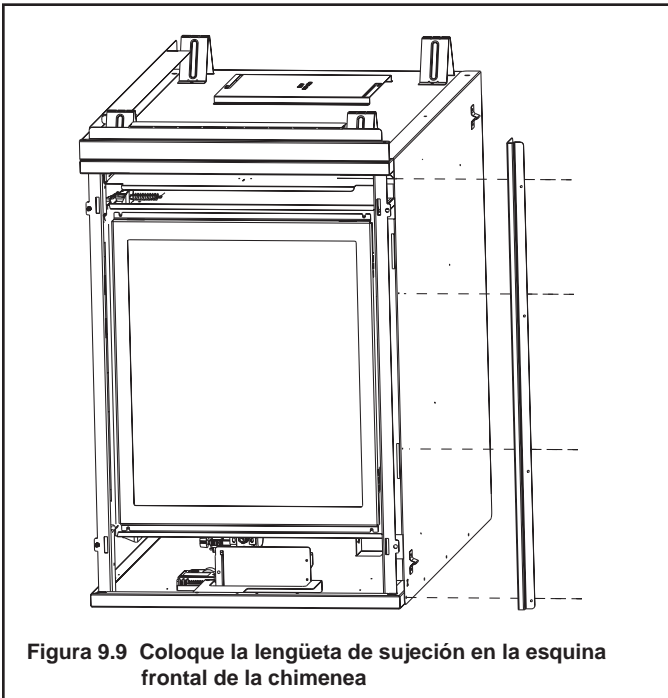

Figura 9.9 Coloque la lengüeta de sujeción en la esquina frontal de la chimenea
La Figura 9.9 muestra cómo colocar, nivelar y asegurar la chimenea correctamente. La chimenea cuenta con unas lengüetas de sujeción para asegurarla al armazón.
2. Si instala una chimenea **LCOR** o **RCOR** retire la lengüeta de sujeción que se encuentra en uno de los costados de la chimenea y colóquela en la esquina frontal de la chimenea como se muestra en la Figura 9.9 (R-COR).